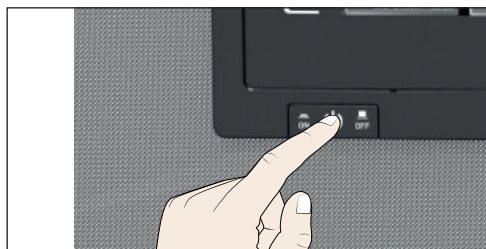

Рис. 19 Выключение устройства
3. Выключите устройство при помощи главного выключателя (Рис. 19).